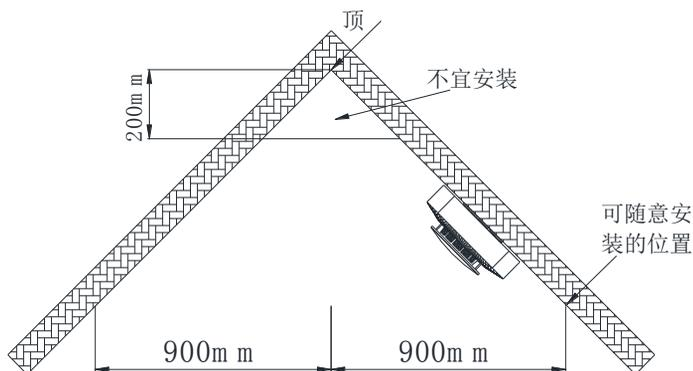

图4 坡屋顶报警器安装位置示意图
- ③ 安装于倾斜或人形屋顶时：报警器应与屋顶保持一定的距离。当坡度小于30度时，距离200mm为宜，大于30度则以300mm~500mm为宜。（如图4所示）